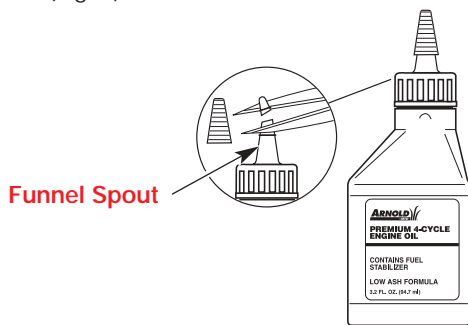

Fig. 4
Su unidad trae una botella de aceite SAE 30 SF, SG, SH de 3.4 onzas fluidas (100 ml.) (Fig. 4).
1. Desenrosque la tapa de la botella de aceite y retire el sello de papel que cubre la apertura. Vuelva a colocar la tapa. Corte la punta de la boquilla del embudo (Fig. 4).